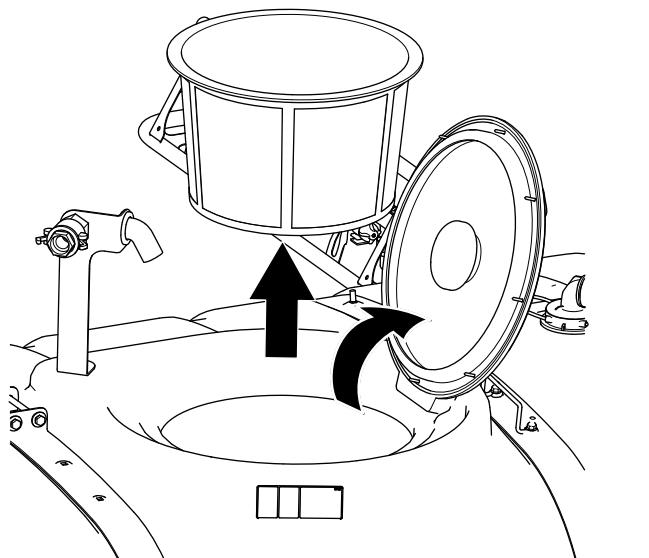

図 16
1. タンクの蓋を開けてストレーナバスケットを取り外す図 16。